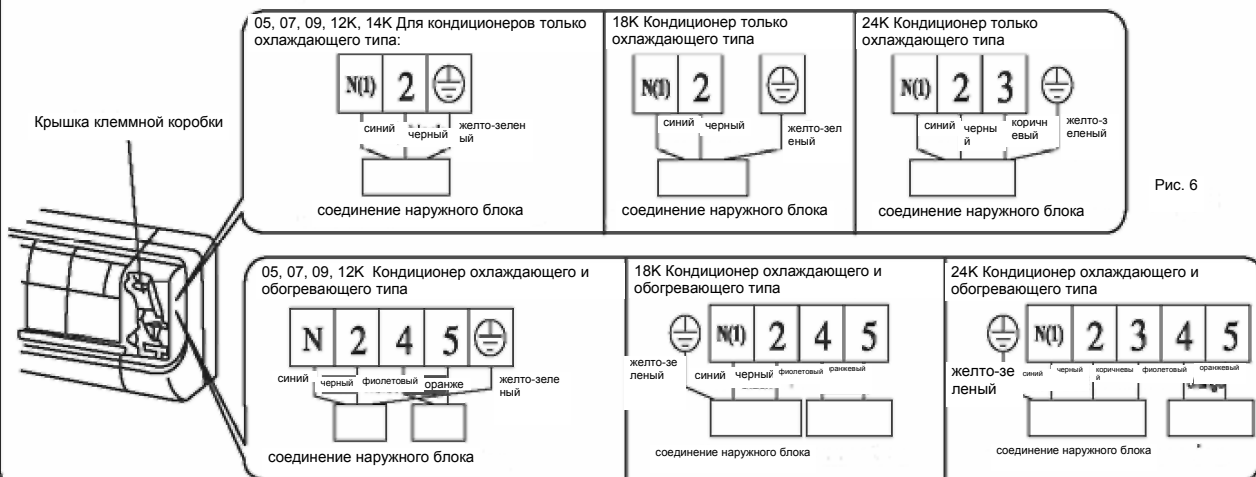

Рис. 6
2. Снимите крышку клеммной коробки, Рис. 6.